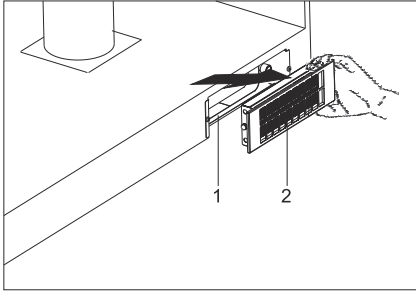

Fig. 5
Ett tillräckligt intag av frisk luft bör därför alltid säkerställas (Fig. 5).
1. ➡ Ta bort kolfiltret genom att flytta det i pilens riktning (Fig. 5).